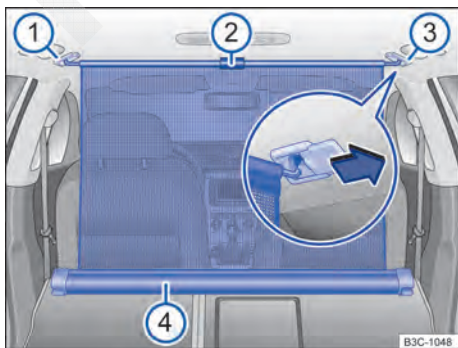

Fig. 125 No compartimento de bagagens: rede divisória encaixada com encostos do banco traseiro dobrados para frente.
- Abrir as coberturas *dianteiras* nos revestimentos da viga do teto ⇒ Fig. 125 (lupa) à direita e à esquerda no sentido da seta. As bases para a rede divisória são acessíveis.
- Retirar a rede divisória ② da carcaça pela tira ④.
- Prender a rede divisória no lado direito ③ (lupa).
- Prender a rede divisória no lado esquerdo comprimindo a barra transversal no alojamento ①.